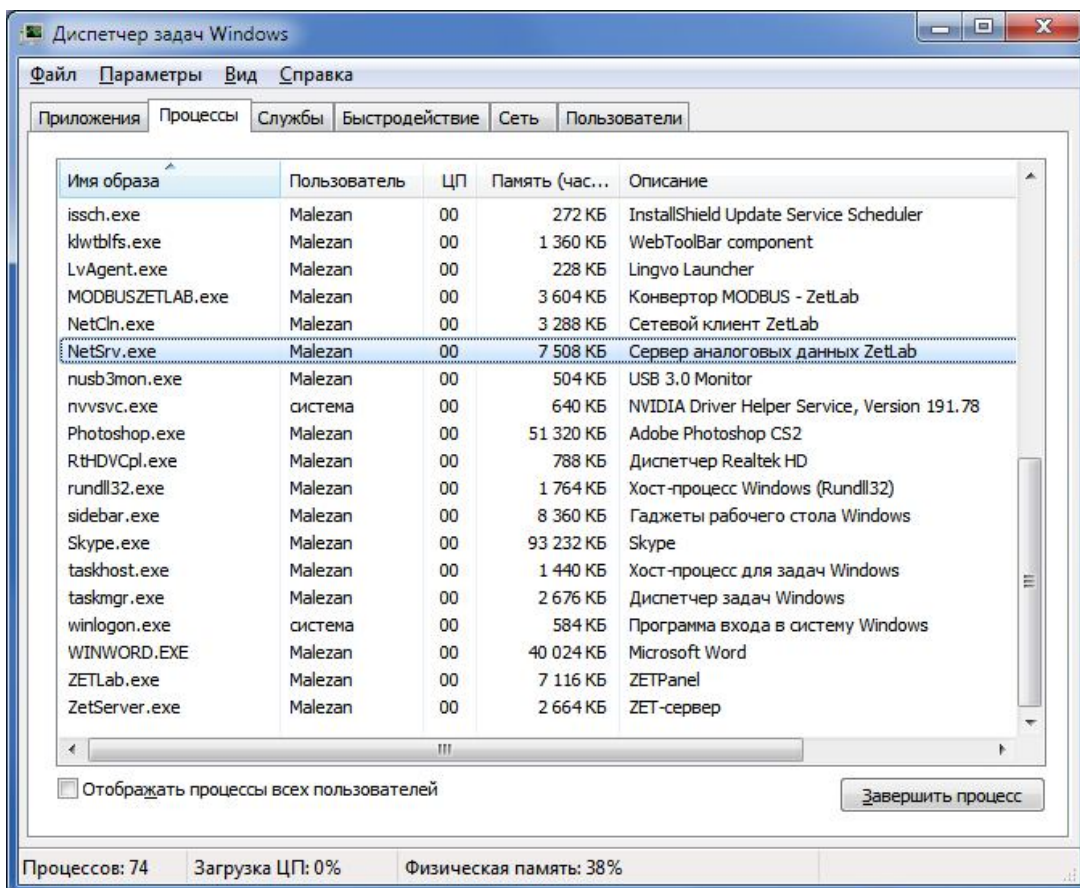

Рисунок 3.2 – Диспетчер задач
3. Проверить в диспетчере задач (Рисунок 3.2), что нет программ **ZETLAB**, работающих в скрытом режиме: